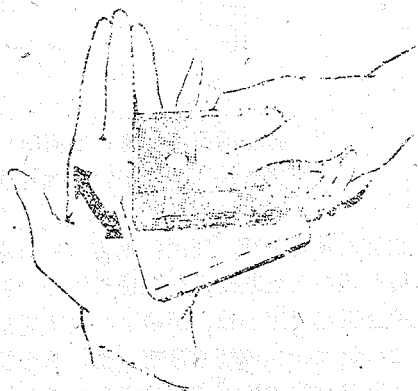

图 9 拍打磁带盒
(2) 盒式磁带在装入录音机之前，最好将磁带盒在手心拍打几下，以减少磁带在盒内的运行阻力，避免磁带运转不够灵活而绞带（见图 9）。